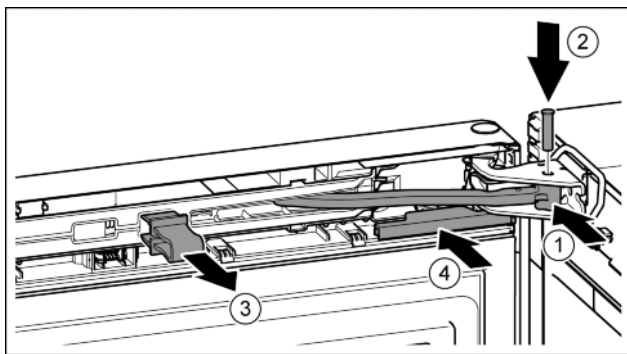

Fig. 49
- ▶ Ruotare lo snodo nel blocco di supporto. Fig. 49 (1)
- ▶ Inserire il perno nel blocco di supporto e nello snodo. Prestare attenzione che l'arresto sia correttamente in sede nella scanalatura. Fig. 49 (2)
- ▶ Togliere la protezione. Fig. 49 (3)
- ▶ Inserire spingendo la copertura. Fig. 49 (4)